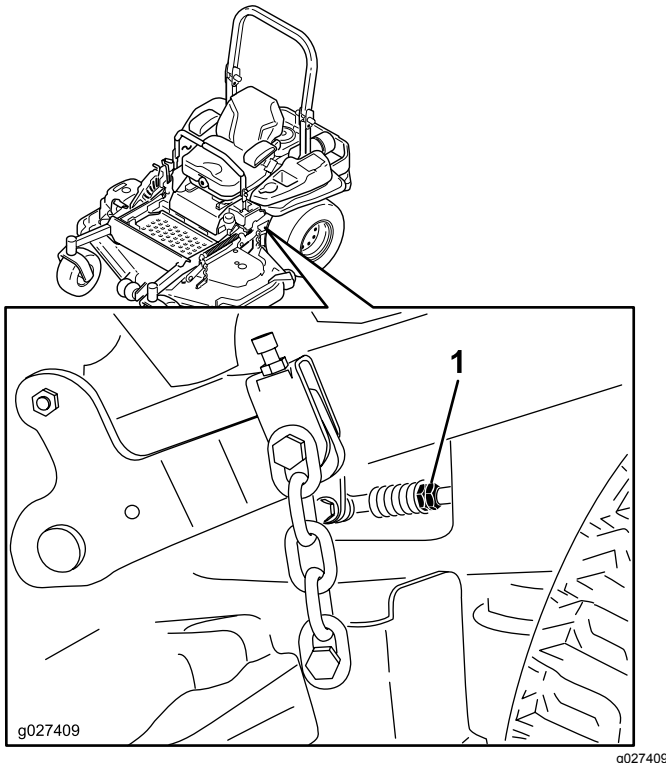

Figure 84
9. Réglez la longueur des tiges de pompes en tournant les doubles écrous dans le sens voulu jusqu'à ce que les roues tournent légèrement en marche arrière (Figure 84).